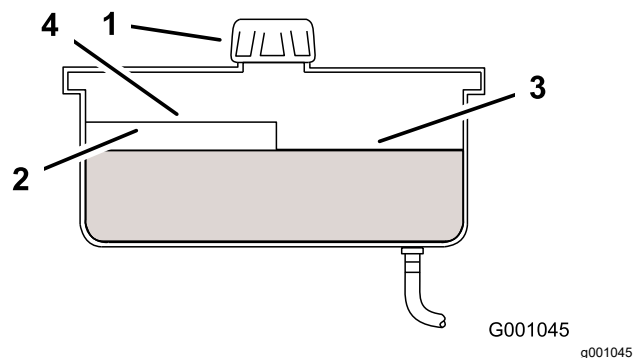

Figura 42
3. Limpie la zona alrededor del tapón y del cuello de llenado del depósito hidráulico (Figura 42).
4. Retire el tapón del cuello de llenado. Mire dentro para ver si hay fluido en el depósito (Figura 42).
- Nota:** El nivel de fluido debe llegar a la parte superior del nivel caliente del tabique cuando el fluido está caliente (Figura 42).